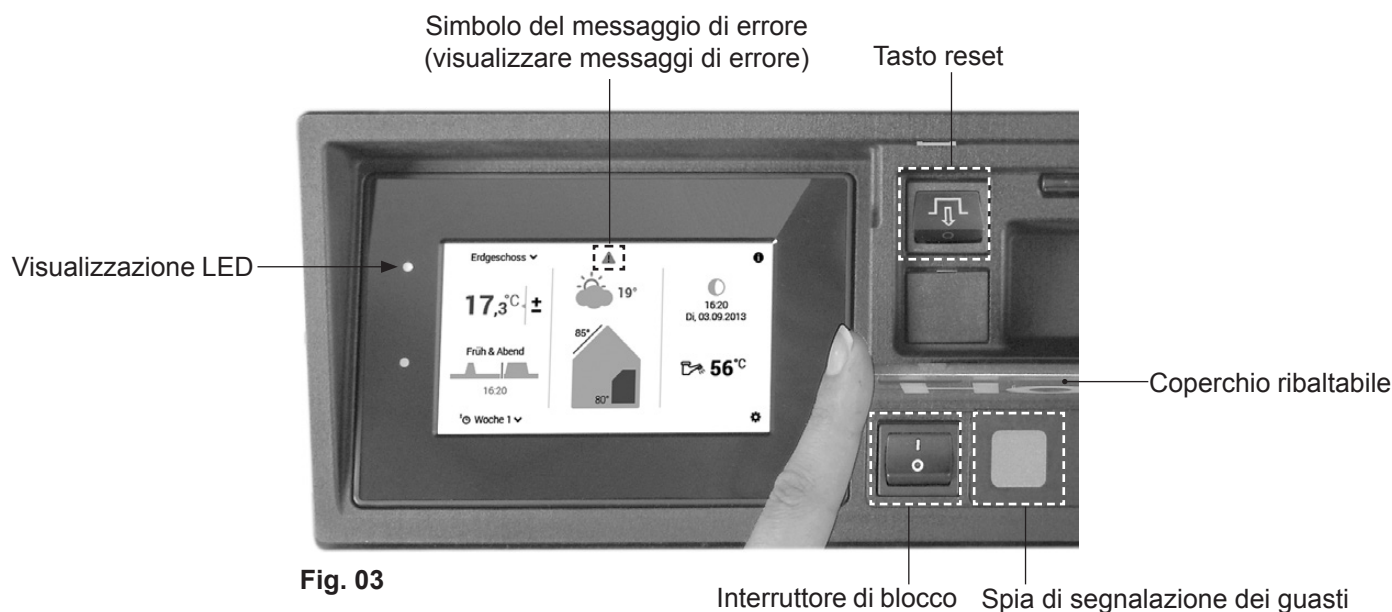

Fig. 03
2. Premere il tasto di reset (Fig. 03) per 3 secondi. Se la spia di segnalazione dei guasti si spegne, il generatore di calore esegue un tentativo di avvio. Se la spia di segnalazione dei guasti non si spegne o si accende di nuovo dopo il tentativo di avvio, contattare il servizio clienti Hoval.